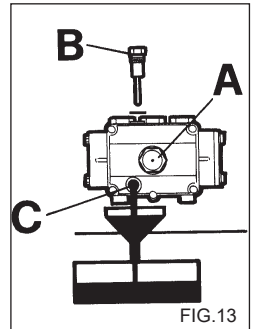

FIG.13
- 2) Desatarraxe a tampa com a vareta de controle do nível (fig. 13).